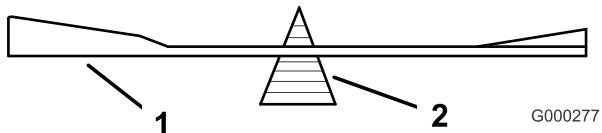
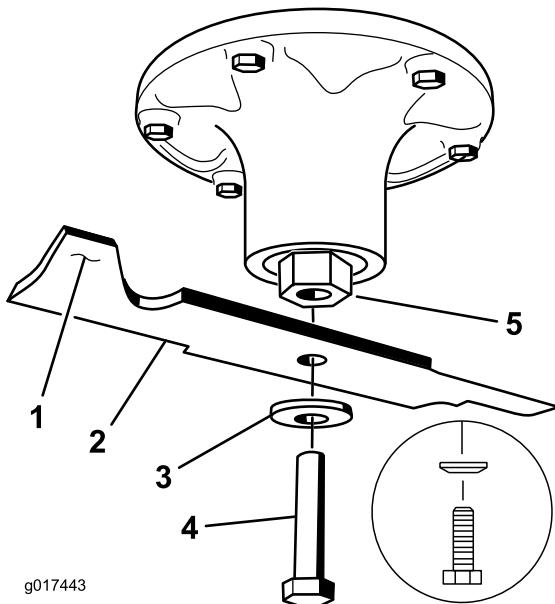

図 78
図 79
2. ブレード・バランサー(図 78)を使ってバランスを調べる。ブレードが水平に停止すればバランスがとれているからそのまま使用してよい。もし傾くようなら、重い方の裏面を少し削って調整する(図 79)。バランスがとれるまで調整する。
2. ブレード、スプリングディスク、ブレードボルトを取り付ける。スプリングディスクは、円錐部をボルトの頭に向けて取り付ける(図 79)。各ブレードボルトを85~110ft.-lb (115~150Nm = 11.8~15.2kg.m)にトルク締めする。